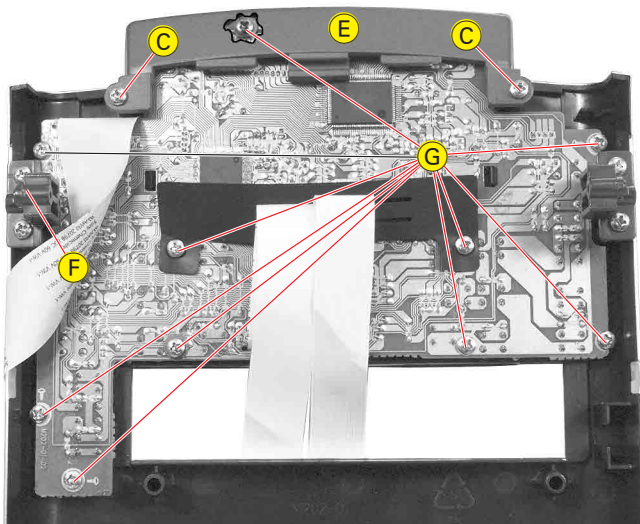
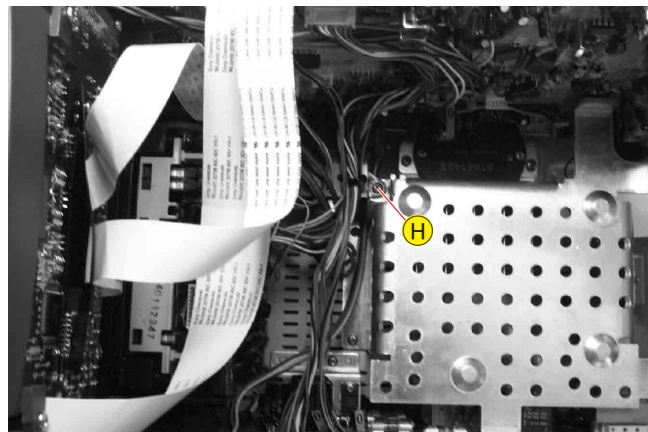

Fig. 18
Fig. 19
4. Bedienteil (Fig. 18)
- 2 Schrauben ③ herausdrehen.
- Abdeckung ⑤ abnehmen.
- Halter ⑥ abschrauben.
- 10 Schrauben ⑦ herausdrehen.
- Schraube ⑧ (Fig. 19) herausdrehen.
4. Operating PCB (Fig. 18)
- Undo 2 screws ③.
- Remove cover ⑤.
- Unscrew holder ⑥.
- Undo 10 screws ⑦.
- Undo screws ⑧ (Fig. 19).